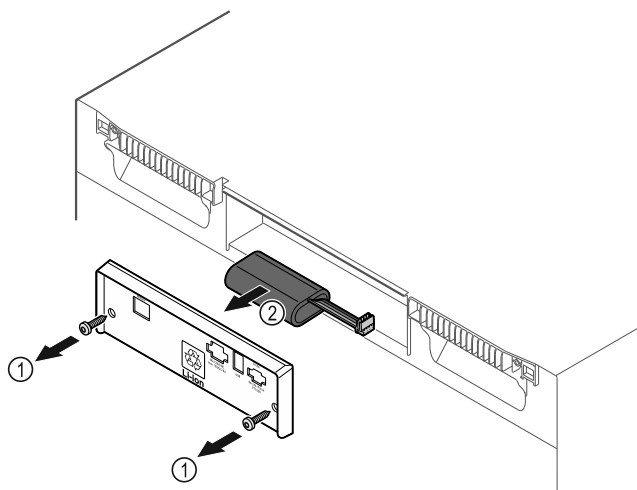

Fig. 235
- Desenroscar los tornillos y retirar la cubierta de la parte trasera del electrodoméstico Fig. 235 (1).
- Desconectar la batería y extraerla Fig. 235 (2).